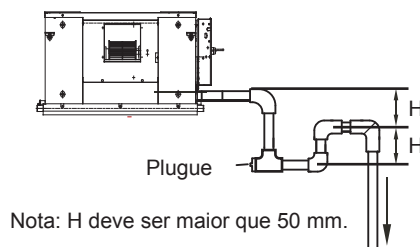

Figura 5.3 Esquema do cotovelo de armazenamento de água
- (1) Para um duto de descarga de água conectado à bandeja de drenagem principal na unidade interna, a tubulação de descarga de água deve incluir um cotovelo de armazenamento de água para evitar que a pressão de carga aumente e cause uma drenagem deficiente, vazamentos de água ou água sendo descarregada para fora da conduta de saída de ar quando a unidade interior está a funcionar.
- (2) Em um cenário onde a unidade interna funciona continuamente por longos períodos (48 horas ou mais), operações contínuas, ou onde a umidade relativa do ar é de 85% ou superior, conecte a tubulação de descarga de água da bandeja de drenagem secundária ao a tubulação principal de descarga de água e, em seguida, instale o cotovelo de armazenamento de água. Instale o cotovelo de armazenamento de água conforme mostrado na Figura 5.3. Instale-o de maneira que seja fácil de limpar.